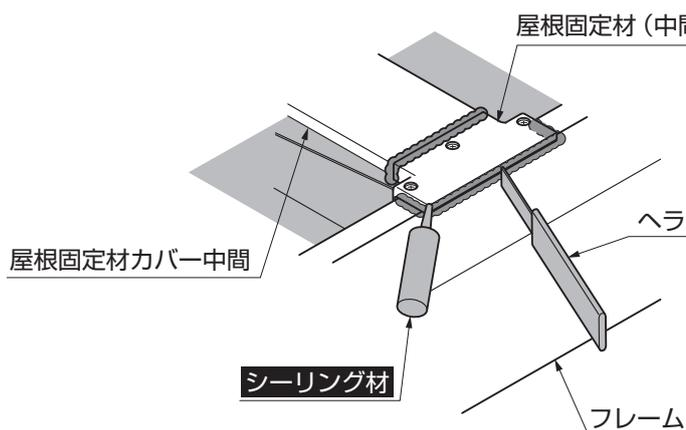

図11-5 C部詳細図
- ③ C部屋根固定材(中間)キャップ、フレームの接合部へシーリング処理してください。(図11-5参照)